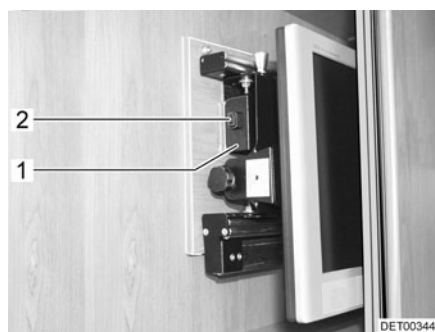

Fig. 8 Support dans le meuble de télévision
- Rentrer le support d'écran plat en le tenant par la poignée (Fig. 8,1) jusqu'à ce que le verrou (Fig. 8,2) s'enclenche.